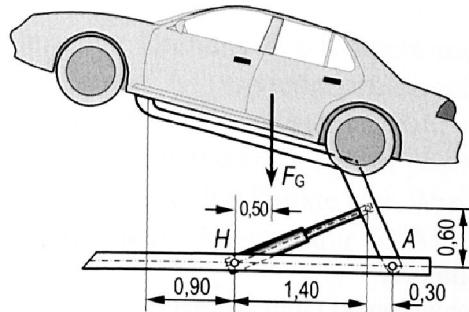

Bild 4.35: Hydraulische Reparaturbühne
7. Welche hydraulische Kraft \vec{F}_H ist erforderlich, um das Kraftfahrzeug mit dem Gewicht $F_G = 12 \text{ kN}$ auf der Reparaturbühne in der dargestellten Stellung (**Bild 4.35**) zu halten? Wie groß ist dabei die Gelenkkraft \vec{F}_A ?